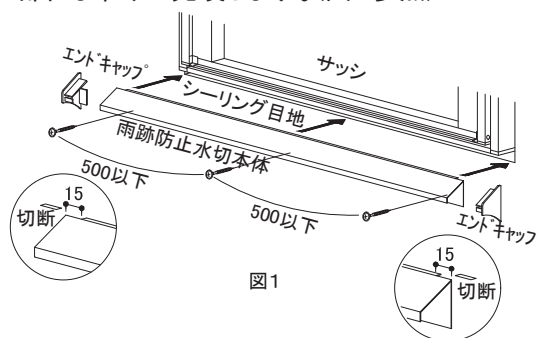

図1
- 本体鋼板部材を、シーリング目地の端部よりも両端15mm程度ずつ長くなるように切断し、切断小口にバリや変形が見られる場合は修正してください。両端の15mm程度長く取った部位は、シーリング目地挿入部を切断してください。(図1参照)
- 本体鋼板部材の外壁面への取り付けは、シーリング目地挿入部をシーリング目地に差し込み、サッシに対し水平になるように、 $\phi 3\text{mm}$ 程度の先孔をあけて同梱専用ビスにて取り付けます。同梱専用ビスは、最低両端部の2ヶ所以上、中間部は500mm以下の間隔で、背板の下端より8～10mmの位置に取り付けます。(図1、図2参照)